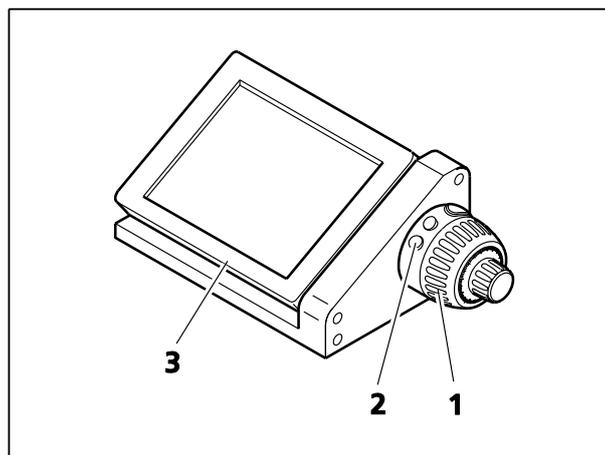

Fig. 79 Station d'accueil avec écran TFT, bague de commande et commande de mise au point
- Si l'utilisation du statif du côté droit est peu pratique, les fonctions de l'écran tactile TFT (Fig. 79/3 sur la station d'accueil), de la bague de commande à droite (correspond à Fig. 79/2 sur la station d'accueil) et de la commande de mise au point sur la droite (correspond à Fig. 79/1 sur la station d'accueil) peuvent être effectuées à l'aide de la station d'accueil séparée du statif